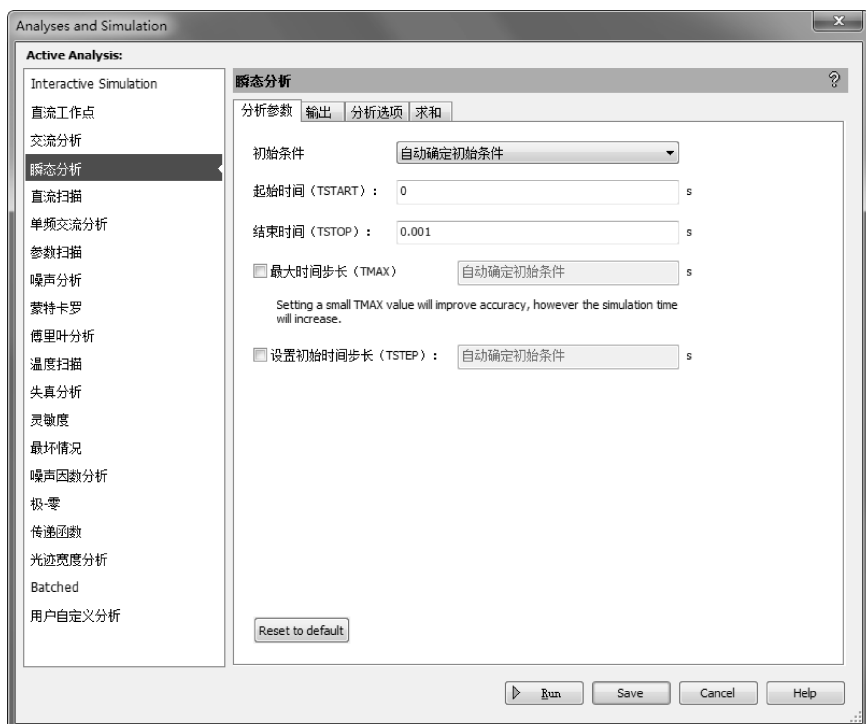
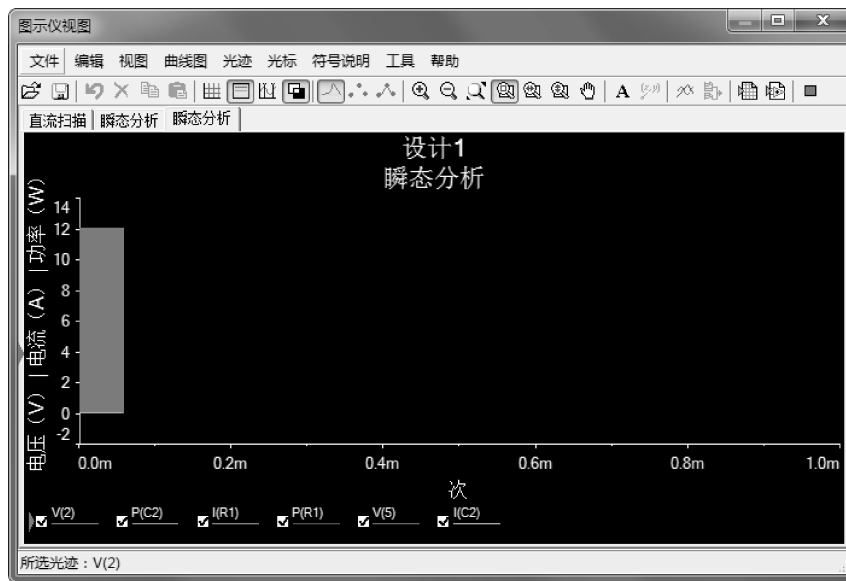

图 9-70 默认瞬态分析信息
图 9-71 瞬态特性分析结果图
6) 打开“分析参数”选项卡，选择默认参数信息，如图 9-70 所示，单击“Run”（运行）按钮，执行仿真分析，弹出“显示仪视图”对话框，结果如图 9-71 所示。